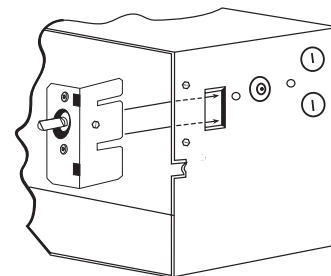

Figure 6
- Placer le thermostat au-dessus de l'ouverture, à l'extrémité droite du boîtier arrière. Pousser la patte du support de thermostat à travers l'ouverture sur le dessus, à l'extrémité droite du boîtier arrière, jusqu'à ce que le support se bloque en place (voir la Figure 6).